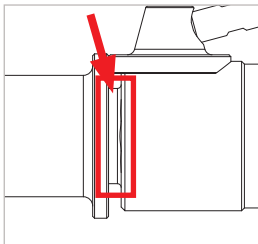

Abbildung 8
- ▶ Schalten Sie den Betätigungshebel (Pos. 3) um 90° von OFF in Richtung ON. Geben Sie einen Sprühstoß auf den gekennzeichneten Bereich (*Abbildung 8*)